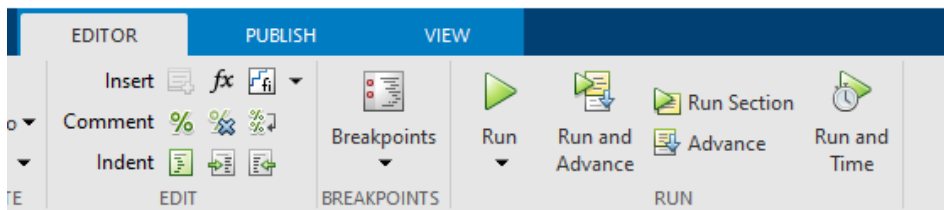

Figura 5.18: Botón de ejecución para la prueba del *script* en el sistema iiDAQ.
4. Una vez listo el programa, dar clic en *EDITOR>Run* (Figura 5.18).